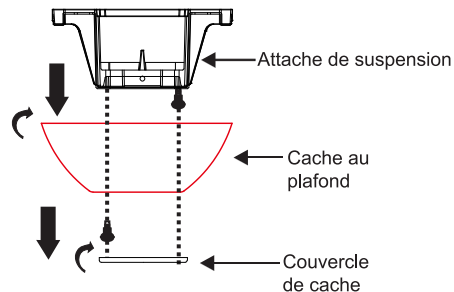

Fig. 5
Étape 1. Retirez le couvercle du fond du cache décoratif en le tournant dans le sens antihoraire (Fig. 5).
Étape 2. Retirez le support de fixation au plafond du cache en le enlevant (et en mettant de côté) une des deux vis. Desserrez la vis restante d'un demi-tour (Fig. 5).